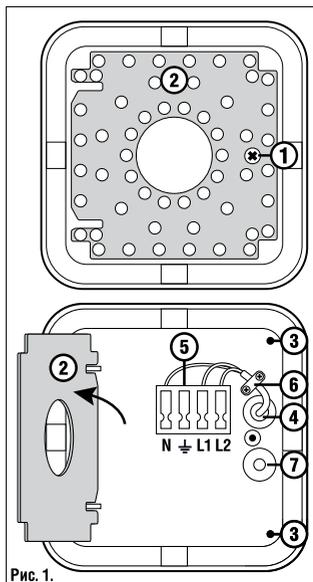

Рис. 1.
- Выкрутите винт (1) и откройте крышку со светодиодным модулем (2), как показано на Рис. 1.